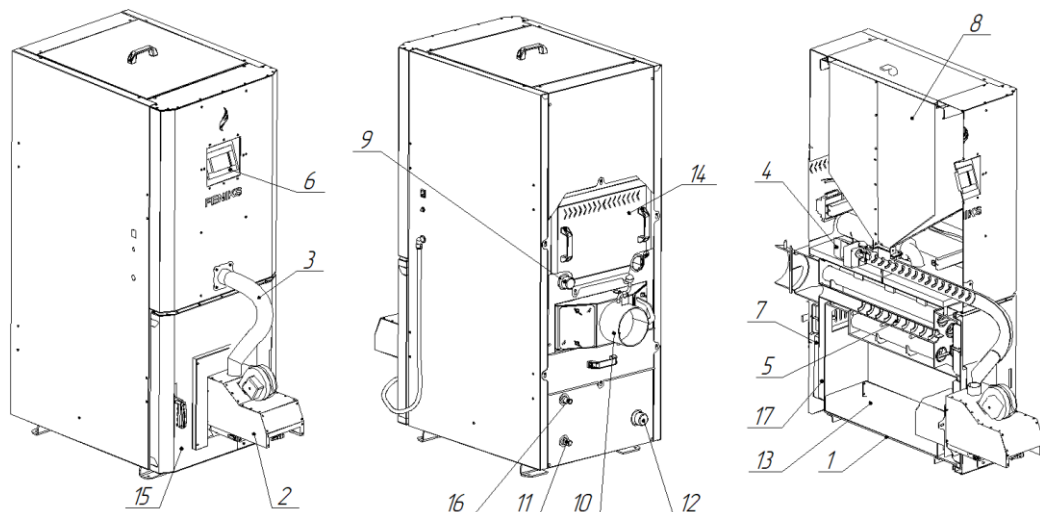

Рисунок 2 – Зовнішній вигляд та основні елементи котла
Корпусом котла (поз. 1, рис. 2) є паралелепіпед з подвійними стінками, які розділені водними перегородками (поз. 17, рис. 2). По периметру топочної камери, що виконана у формі напівциліндру, розташовані теплообмінні жарові труби.
- шнекового (гвинтового) механізму подачі палива, який приводиться в рух мотор-редуктором (поз. 4, рис. 2);
- автоматичного пелетного пальника (поз. 2, рис. 2);
- електронного контролера (поз. 6, рис. 2).
Паливо для процесу спалення подається автоматично з розташованого над корпусом котла бункера для палива (поз. 8, рис. 2) за допомогою гвинтового (шнекового) механізму подачі. Шнековий механізм з'єднується з пальником гнучким гофрованим рукавом (поз. 3, рис. 2), що виготовлений з легкоплавкого матеріалу. Згоряння палива (пелети) відбувається в камері згоряння пальника на рухомому колоснику, який виготовлений з жароміцної сталі.
Зола, яка утворюється в кінцевій фазі згоряння, зсипається з колосника пальника у нижню частину корпусу котла де розташована висувна полиця – зольник (поз. 13, рис. 2).
Обслуговування котла полягає у періодичному додаванні палива у бункер (поз. 8, рис. 2) та усуненні золи з зольника. Після розпалення котел не потребує постійного перебування у приміщенні, де він змонтований, обслуговуючого персоналу. Експлуатація котла може відбуватися безперервно під час всього опалювального сезону. Котел, також, може працювати після опалювального сезону в системі з бойлером на гаряче водопостачання.
Димові гази виходять у димохід крізь боров (поз. 10, рис. 2), розташований у задній частині котла.
На передній стінці котла розташовані дверцята топки (поз. 15, рис. 2), призначені для монтажу пальника, періодичного чищення теплообмінника та видалення золи із зольника.
На задній стінці котла розміщені наступні патрубки: патрубок прямої мережної води (поз. 9, рис. 2), штуцер для встановлення запобіжного клапана (поз. 16, рис. 2), патрубок зворотної мережної води (поз. 12, рис. 2) та штуцер для зливу води з котла (поз. 11 рис. 2).
Для доступу до внутрішнього (силового) блоку автоматики на задній стінці котла розміщено ревізійне вікно (поз. 14 рис. 2).
Корпус котла обкладений теплоізоляційним матеріалом – мінватою (поз. 7, рис. 2).
Для підвищення ефективності конвективної частини котла, на верхньому ряді жарових труб розміщені металеві турбулізатори (поз. 5, рис. 2).